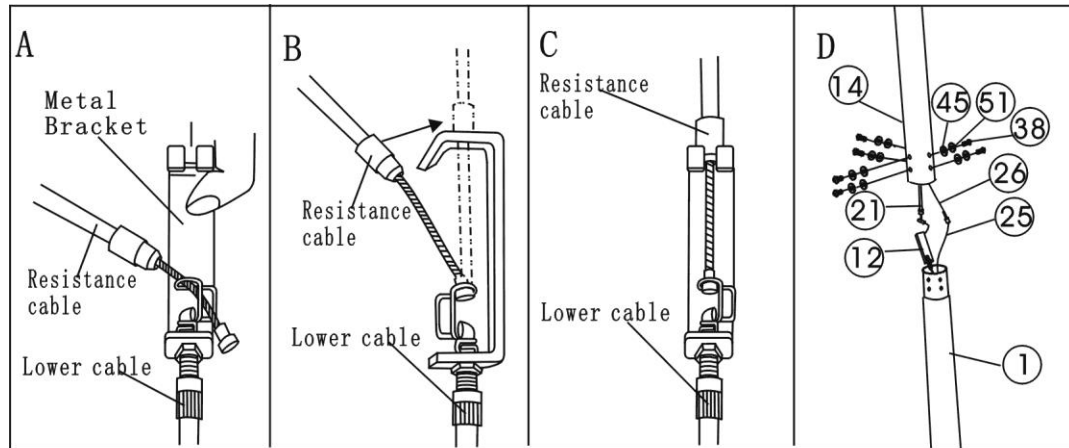

Figure 3
- a. An der unteren Position des vorderen aufrechten Rahmens (14) befindet sich der Spannungsregler (21). Verbinden Sie die Verbindung des Spannungsreglers (21) fest mit dem Spannungskontrolldraht (12). < Hinweis: Drehen Sie zunächst den Knopf des Spannungsreglers nach unten in Richtung "-" (in dieser Situation wird die Verbindung des Spannungsreglers am längsten verlängert)>. Stecken Sie dann das Ende des Widerstandskabels in den Karabinerhaken des Spannungskontrolldrahtes (12), wie in Zeichnung **A** in Abbildung 3 dargestellt.
(12) wie in Zeichnung **B** von Abbildung 3 dargestellt
Verbinden Sie das Widerstandskabel mit dem Spannungskontrolldraht (12), wie in Zeichnung **C** in Abbildung 3 dargestellt. Wenn die Oberseite des Spannungskontrolldrahtes nicht perfekt in der Lücke der Metallhalterung befestigt werden kann, stellen Sie bitte die Mutter unter der Halterung in die passende Position.
- b. Verbinden Sie das Computerkabel (26) mit dem Sensorkabel (25), das vom Hauptrahmen (1) ausgeht, wie in Zeichnung **D** in Abbildung 3 dargestellt.
- c. Setzen Sie den vorderen Ständerrahmen (14) in den Hauptrahmen (1) ein und befestigen Sie ihn mit sechs Stück M8 x 20 Schrauben (38),  $\Phi$ 8 Federscheiben (51) und  $\Phi$ 8 Bogenscheiben (45), wie in Zeichnung **D** von Abbildung 3 dargestellt.